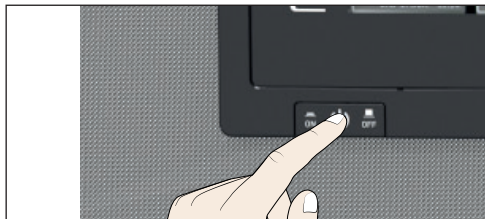

Fig. 24 Spegnere l'apparecchio
5. Spegner l'apparecchio dall'interruttore principale (Fig. 24).